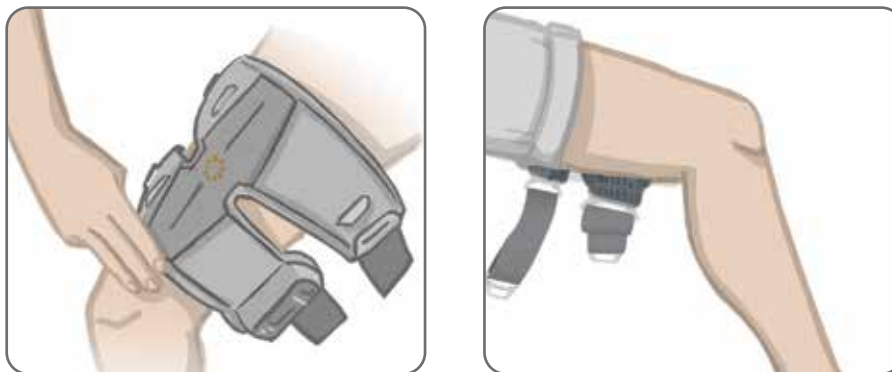

Bild 6-15: Korrekt position för lårmanchetts lokaliserare (t.v. – position för quadriceps visas, t.h. – position för hamstringsmuskler visas)
3. Placera lokalisaren för lårmanschetten (en taktil fingermarkering) på lårets mittlinje, cirka tre fingerbredder ovanför knät. Se bild 6-15. Var noga med att placera lårmanschetten i läget som provats ut av din kliniska handläggare.